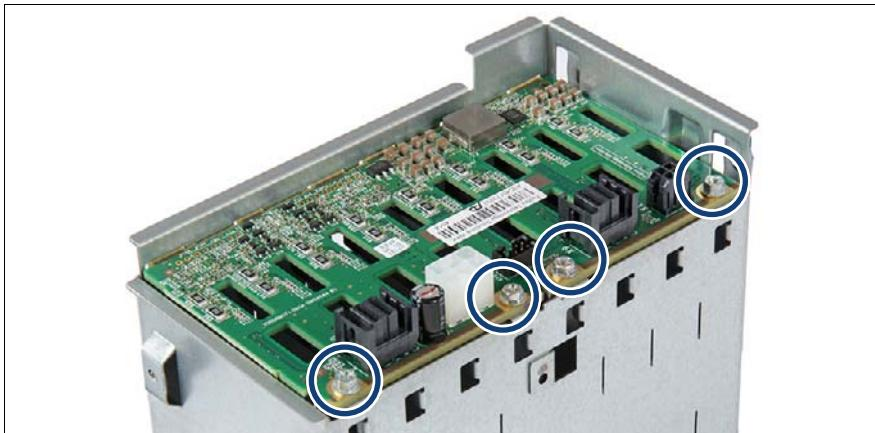

図 141: HDD/SSD バックプレーンの取り外し (A)
- ▶ HDD/SSD バックプレーンを、やや傾けながら HDD 拡張ボックスの 6 つ の凹みに合わせます (1)。
- ▶ HDD/SSD バックプレーンを倒します (2)。
- ▶ HDD/SSD バックプレーンを 4 本のネジで固定します (図 141 を参照)。